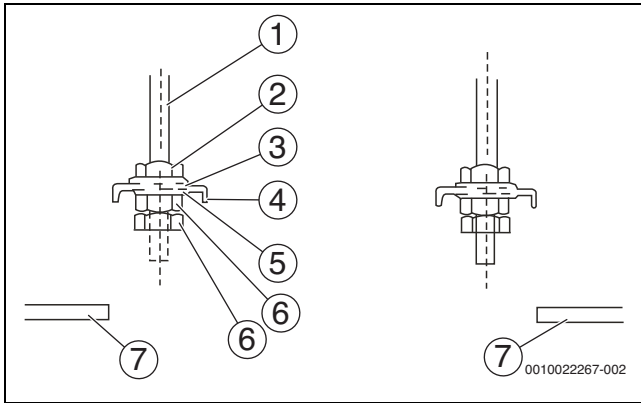

Fig. 15
1. Ajuster la position des écrous. L'espace entre la rondelle (en bas) et le plafond doit être adapté aux travaux de construction effectifs (→ fig. 15).